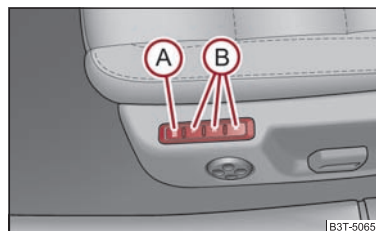

Fig. 70 Asiento del conductor: Teclas de memoria y la tecla SET
- Pulse la tecla **SET** **(A)** ⇒ fig. 70.
La memoria para el asiento le ofrece la posibilidad de memorizar la posición individual de asiento del conductor y del espejo retrovisor exterior. A cada una de las tres teclas de memoria **(B)** ⇒ fig. 70 se puede asignar una posición individual, es decir, tres en ▶
- **Dispositivo automático de pulsación breve de la memoria:** Pulse brevemente la tecla de memoria deseada **(B)** ⇒ página 84, fig. 70. El asiento y los retrovisores exteriores adoptarán automáticamente las posiciones memorizadas (esto sólo es válido si el encendido está conectado y la velocidad es inferior a 5 km/h).